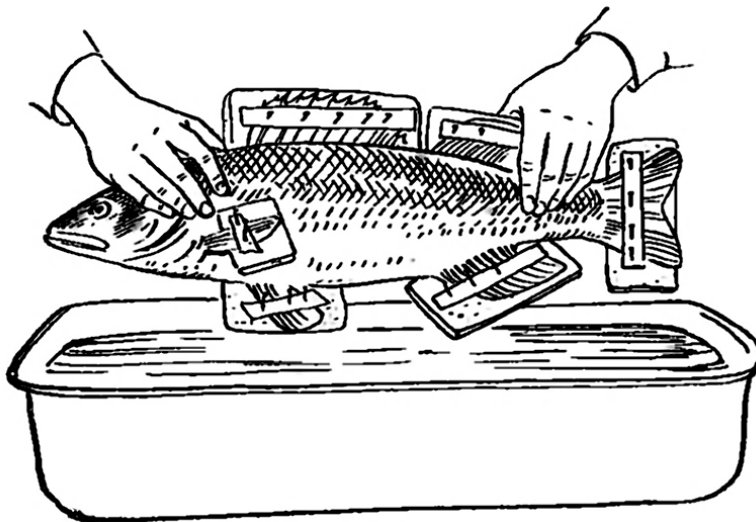

Рисунок 5 – Фиксация рыбы в формалине
2.3. Для консервации наружного слоя кожи рыбы и для избегания выпадения чешуи, поместите рыбу в 25 %-ный раствор формалина или 80–90° спирт на 15–20 ч (рисунок 5).